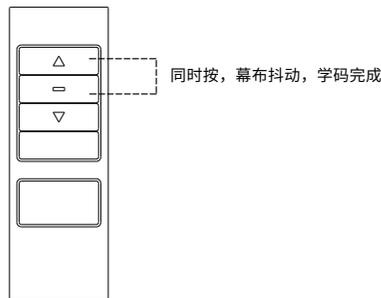

图18
- 1.先断开幕布电源,10秒后再重新接入电源,幕布上下微动1次提示上电;上电10秒以内,同时按遥控器“停止键”和“上行键”,幕布再上下微动1次学码成功。(如图18)删码与对码操作一样,奇次操作为对码;偶次为删码。